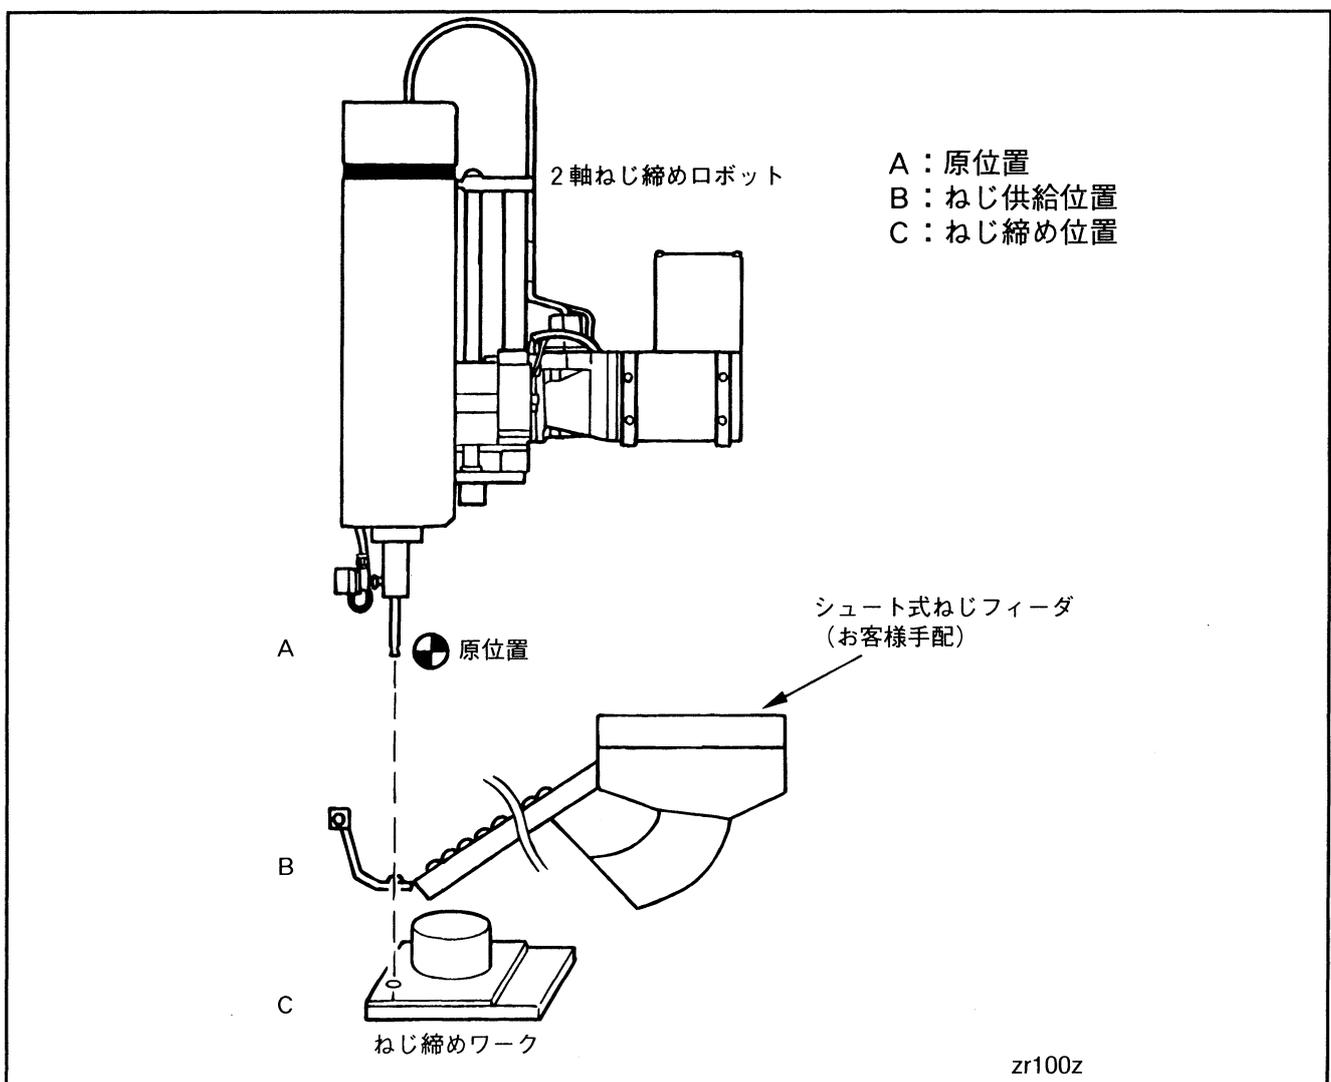

図3-1
ここで紹介するプログラムは、図3-1に示すアプリケーションで使用するプログラムです。このアプリケーションと異なった方法で使用する場合、以下のプログラムを参考にティーチングしてください。
- ・ねじ供給方式は、図3-1に示すシュート方式のみに使用可能です。